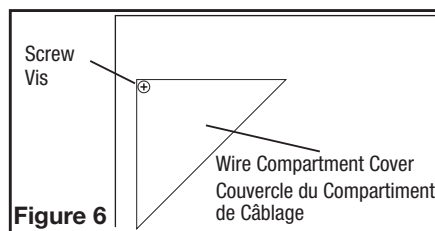

Figure 6
- 1a. **External Wire Compartment** (Not included with all models): Remove the wire compartment cover screw and place cover in a secure place (Figure 6).
- 1a. **Compartiment de Câblage Extérieur** (Non inclus avec tous les modèles) : enlever la vis du couvercle du compartiment à câblage et mettre ce couvercle dans un endroit fiable (Figure 6).